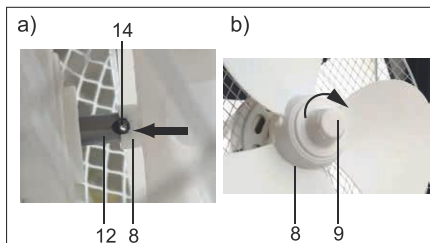

Fig.75: Montering af rotoren
6. Sæt nu rotoren (8) på motorakslen (12). Den lille tværakse (14) i enden af motorakslen skal ligge i rotormodulets *udsparring*. Se fig. 75 a).
7. Sæt skruemøtrikken (9) på rotoren (8).
8. Stram den i urets retning. Se fig. 75 b).